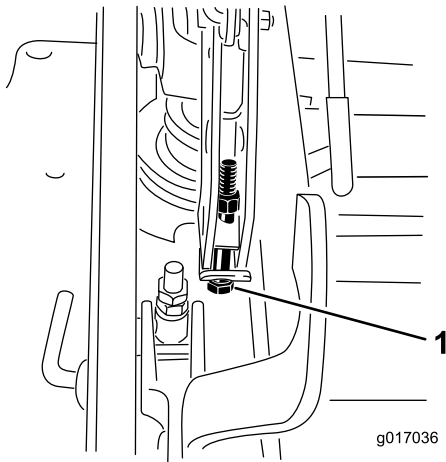

Figura 88
13. Si la carcasa está demasiado baja, apriete el perno del ajuste de un solo punto girándolo en sentido horario. Si la carcasa está demasiado alta, afloje el perno del ajuste de un solo punto girándolo en sentido antihorario (Figura 88).